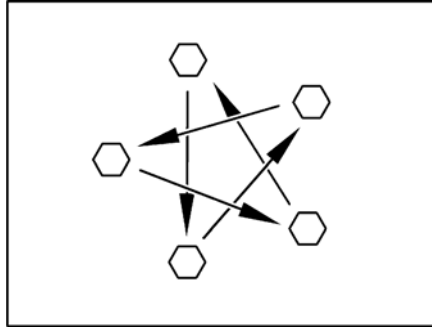

Bild 169 Radmuttern oder Radschrauben über Kreuz anziehen
- Radmuttern oder Radschrauben regelmäßig auf festen Sitz prüfen. Radmuttern oder Radschrauben eines ausgewechselten Rades nach 50 km über Kreuz nachziehen (Bild 169). Anzugsdrehmoment siehe Abschnitt 15.5.2.
- ▷ Radmuttern oder Radschrauben über Kreuz anziehen (Bild 169).